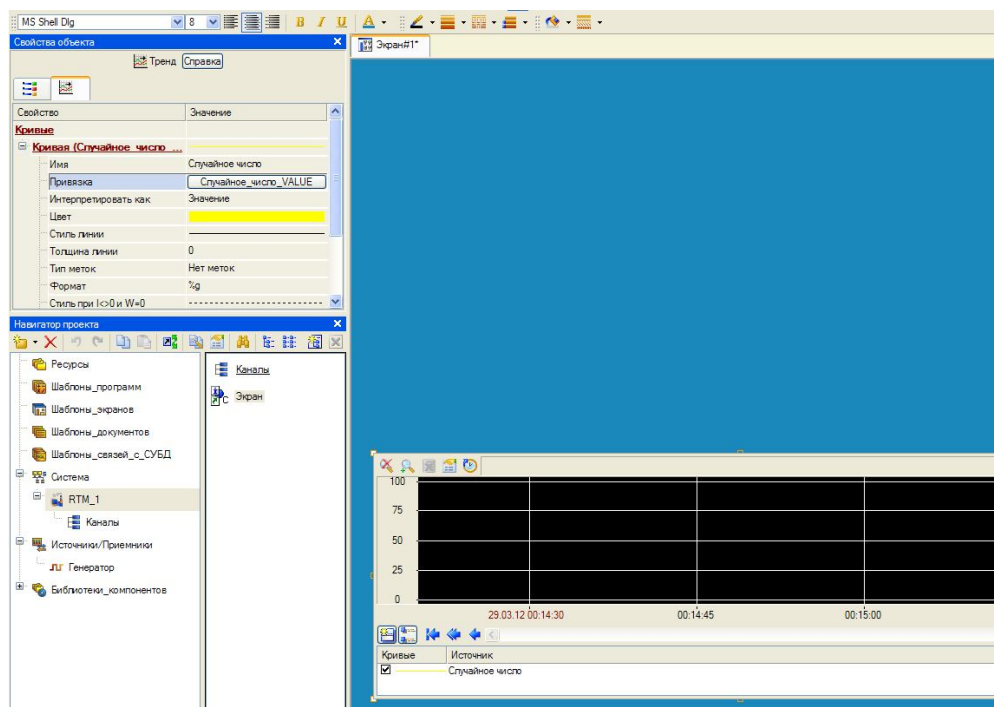

Рис.2.1. Створений екран, тренд прив'язаний до генератора.
1. Створити новий проект. В даному проекті створити генератор, прив'язати його до тренду створеного в екрані. Проміжний результат на рис.2.1.